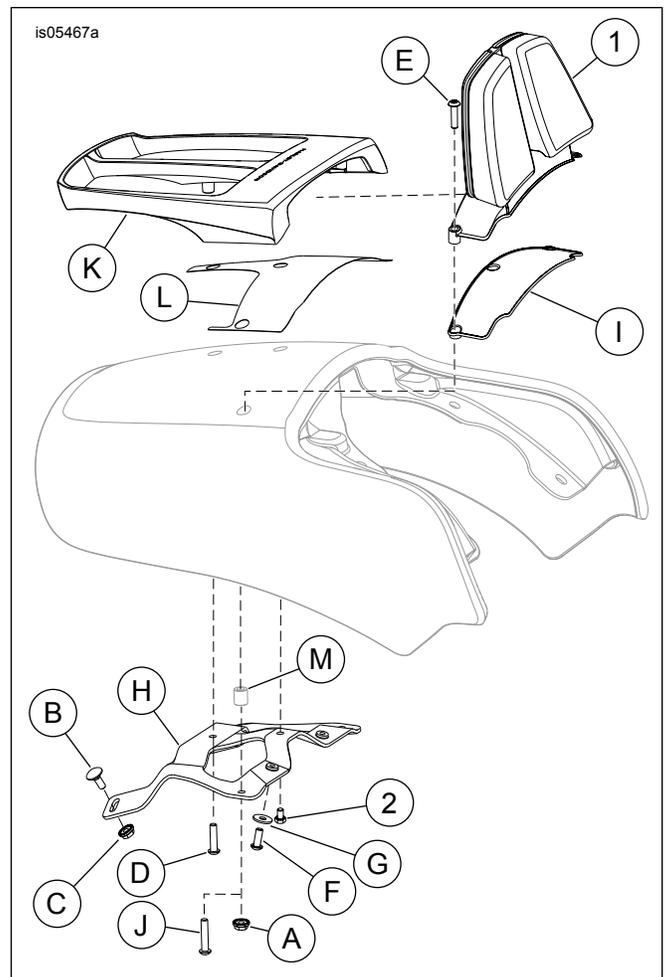

Figura 5. Piezas de servicio: Pieza vertical VRSCF
Vea Figura 5 y Tabla 1.
1. Vea Figura 5. Extraiga los pernos de carrocería (B) y las tuercas de reborde (C). Guárdelos para la instalación.
2. Extraiga los tornillos (D, F y J) y las arandelas (G). Guárdelos para la instalación.
3. Quite los espaciadores (M). Deseche los espaciadores.
4. Quite la pieza de soporte de montaje (H) y la rejilla para equipaje (K). Guárdelos para la instalación.
- Vea Figura 5. Instale la pieza vertical (1) en la junta de caucho (I).
- Alinee los agujeros de montaje de la pieza de soporte (H) con los agujeros de montaje de la pieza vertical.
- Vea Figura 5. Instale el perno (2) y apriete con los dedos.
- Instale los dos tornillos (E) y las tuercas (A) en las ubicaciones exteriores de montaje y apriete con los dedos.
- Apriete el perno (2) a 10–12 N·m (88–106 in-lbs).
- Si no se instaló previamente una rejilla para equipaje: Vea Figura 5. Aplique la cinta protectora (L) a la superficie pintada utilizando los agujeros perforados para la alineación.
- Vea Figura 5. Deslice la pieza vertical (1) sobre la rejilla para equipaje (K).
- Alinee los agujeros de montaje de la pieza de soporte (H) con los agujeros de montaje de la pieza vertical y la rejilla para equipaje.
- Vea Figura 5. Instale el tornillo (D) y apriete con los dedos.
- Instale el perno (2). Apriete con los dedos.
- Instale los dos tornillos (J) en las ubicaciones delanteras de montaje y apriételos con los dedos.
- Vea Figura 5. Instale dos tornillos (F) y las arandelas planas (G) a través de los agujeros en la cama del asiento y dentro de las tuercas soldadas en la pieza de soporte (H). Apriete con los dedos.
- Vea Figura 5. Apriete las tuercas (C) y los tornillos (F) a 7–9 N·m (62–80 in-lbs).